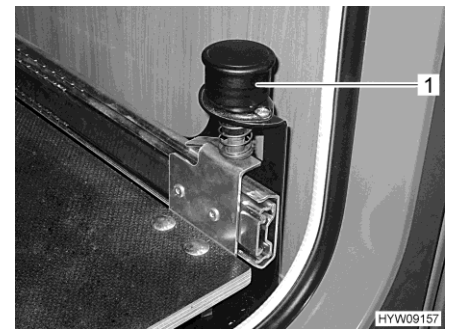

Bild 130 Knauf mit Arretierung
- Knauf (Bild 130,1) nach oben ziehen. Der Gaskastenauszug ist entriegelt.